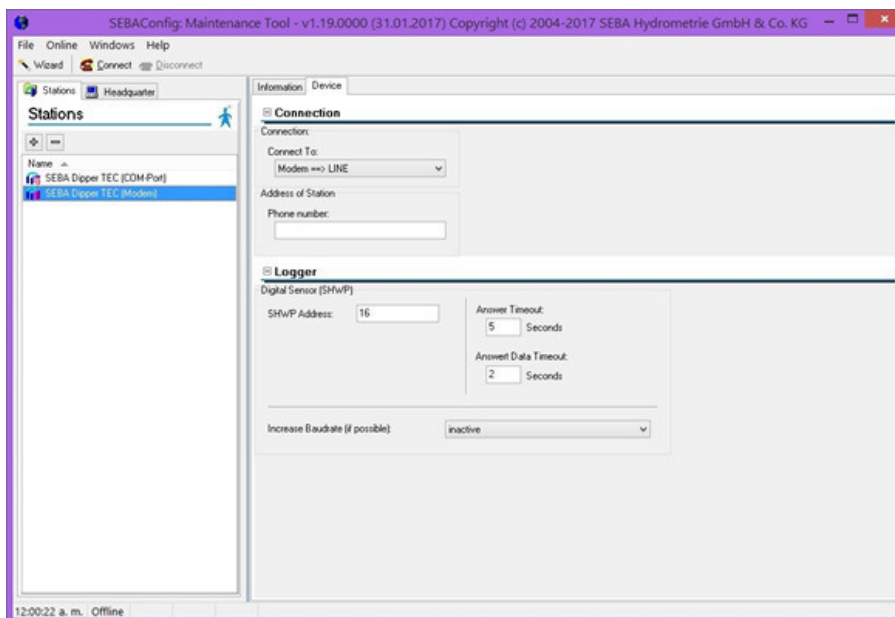

FIGURA 13. VENTANA PRINCIPAL DE LA APLICACIÓN “SEBACONFIG”.
2. Ejecutar la aplicación “SEBAConfig”. Se mostrará la ventana principal (Figura 13).